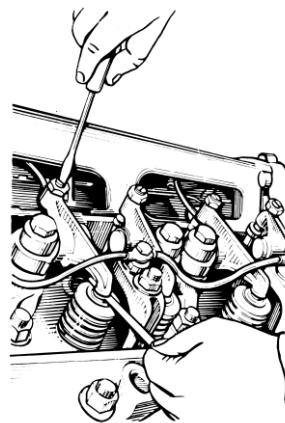

Рис. 56. Регулировка зазора
6. Для регулировки зазоров отвернуть гайку регулировочного винта, вставить в зазор щуп и, вращая винт отверткой (рис. 56), установить зазор 0,25...0,30 мм. Придерживая винт отверткой, затянуть гайку и проверить величину зазора. При правильно отрегулированном зазоре щуп